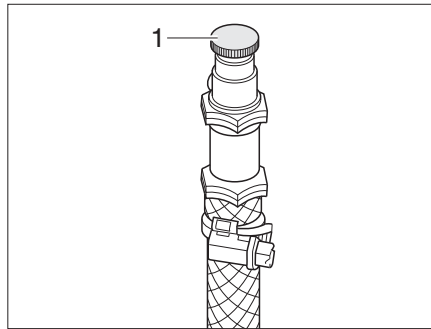

Bild 309 Avluftningsventil varmvatten-
- Öppna avluftningsventilen (Bild 309,1) och låt den vara öppen så länge det kommer ut luft.